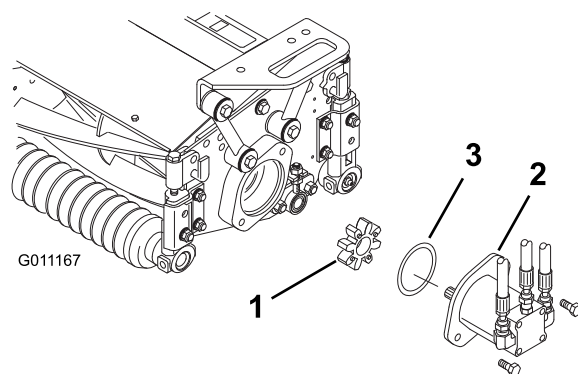

図 21
4. ベアリング・ハウジングについているスパイダ・カップリング（図 21）を探し出す。